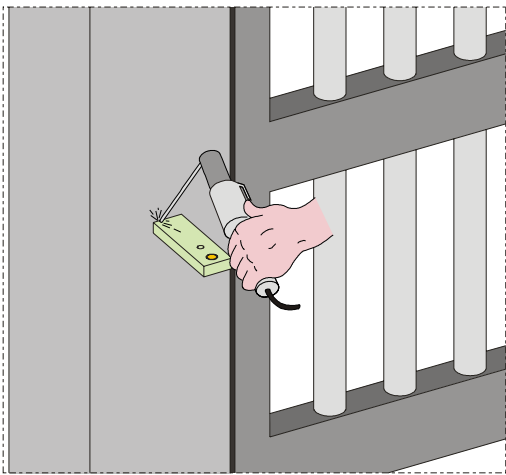
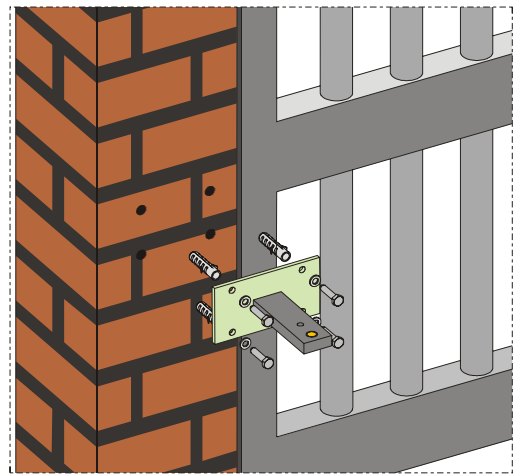

Fig. 6
Fig. 7
1) Fissare la staffa posteriore nella posizione determinata precedentemente. Nel caso di pilastro in ferro saldare accuratamente la staffa direttamente sul pilastro (Fig.6). Nel caso di pilastro in muratura, utilizzare l'apposita piastra (optional) per il fissaggio ad avvitare (Fig.7) utilizzando adeguati sistemi di fissaggio. Saldare quindi accuratamente la staffa alla piastra.